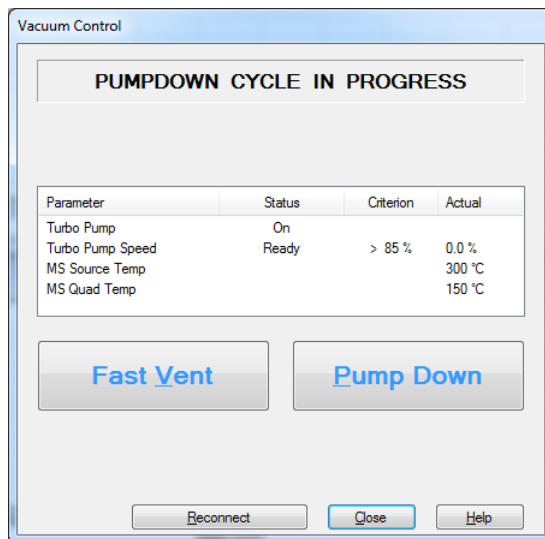

Figura 36 Caixa de diálogo de controle de vácuo
- 2 Na **Instrument Control view, Instrument menu**, selecione **MS Vacuum Control** para visualizar a caixa de diálogo **Vacuum Control**. (Consulte **Figura 36** na página 120.)